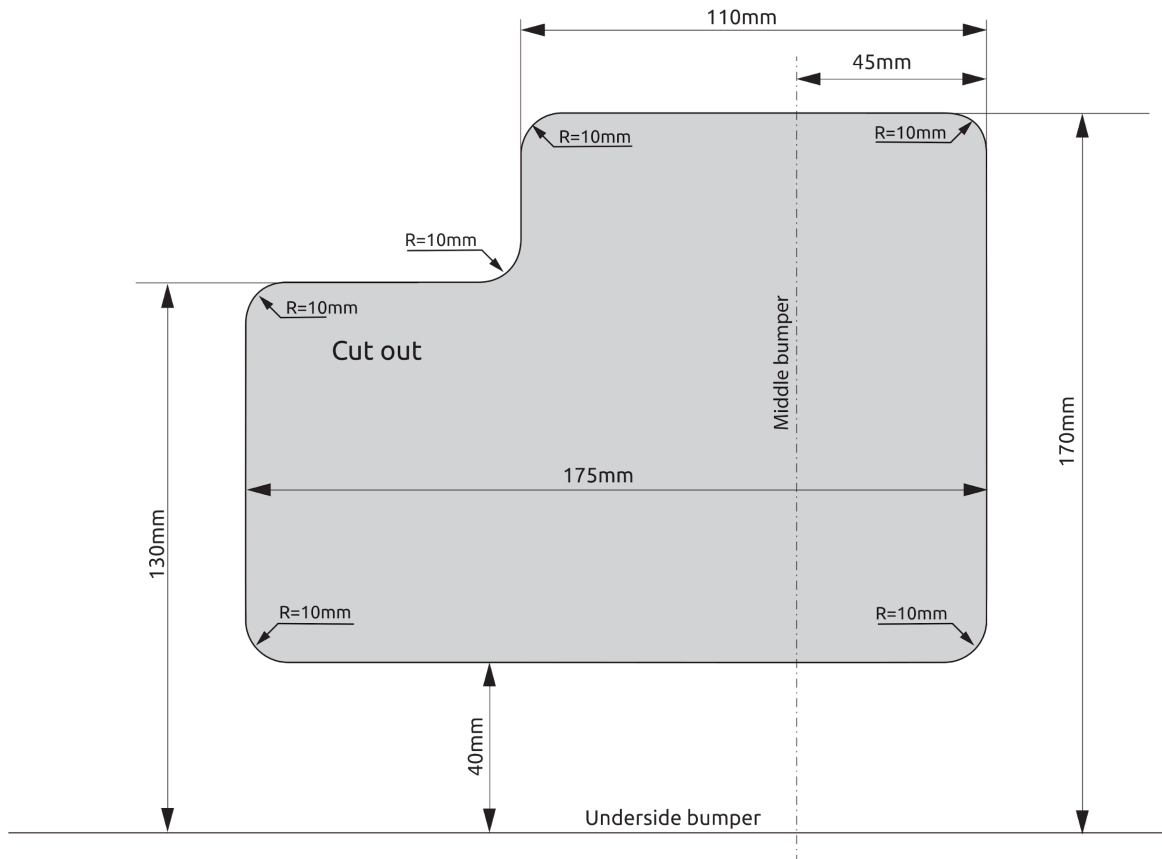

Fig. 5
10. Выпилить обозначенную часть, как указано на рис. 5.